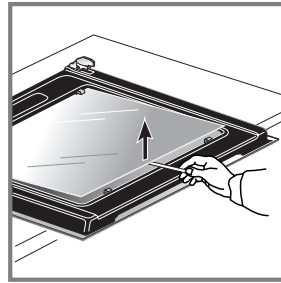

Рис. 15
- Чтобы помыть стекла дверцы со всех сторон сначала снимите внутреннее стекло, потянув за край стекла, как показано на рисунке 14. Затем снимите с опор промежуточное стекло, приподняв его верхний край (см. рисунок 15).